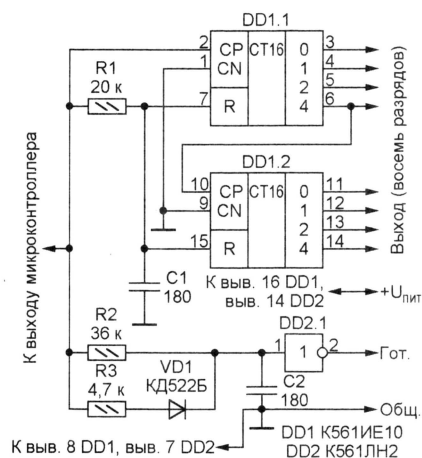
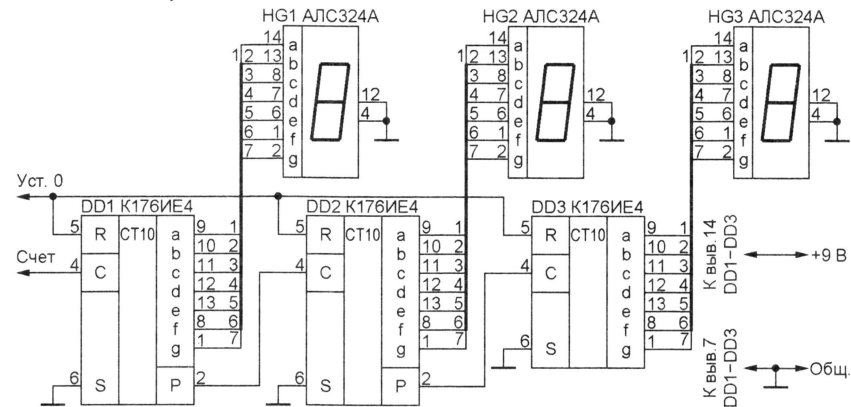
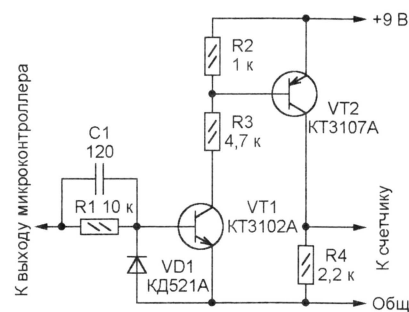
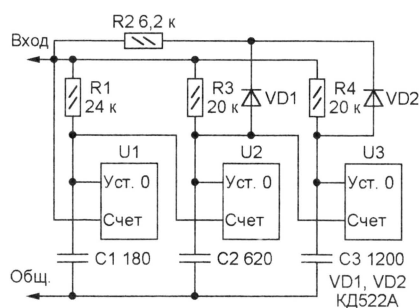

Рис. 1
Рис. 2
Рис. 3
Рис. 4
Допустимо использовать и счетчики с встроенными преобразователями кода — K176IE3, K176IE4. На рис. 2 показана схема счетчика на три десятичных разряда со светодиодными индикаторами. Учтите, амплитуда импульсов на выходе микроконтроллера (обычно 5 В) недостаточна для работы микросхем структуры КМОП, питаемых напряжением 9 В. Поэтому импульсы необходимо подавать через усилитель, например, собранный по схеме, показанной на рис. 3. На вход "Счет" — непосредственно, а на вход "Уст. 0" — через интегрирующую цепь, аналогичную R1C1 на рис. 1.
Время загрузки в счетчик кода пропорционально его численному значению. Например, при периоде повторения импульсов 5 мкс максимальное значение (255) будет занесено в счетчик, изображенный на рис. 1, за $255 \times 5 = 1275$ мкс. Информационная емкость счетчика, показанного на рис. 2, больше (999), его полная загрузка займет уже $999 \times 5 = 4995$ мкс. Именно чрезмерный
и обнуления импульсы разной длительности. Разделить такие импульсы очень легко с помощью интегрирующей цепи. Схема счетчика-накопителя, работающего по описанному принципу, показана на рис. 1.
Из положения можно выйти, соединив входы нескольких счетчиков параллельно и применив в них интегрирующие цепи с разными постоянными времени. Например, по схеме, изображенной на рис. 4, был построен восьмиразрядный десятичный индикатор. Здесь счетчики U1 и U2 по схеме аналогичны показанному на рис. 2, а счетчик U3 — двухразрядный, в нем отсутствуют микросхема DD3 и светодиодный индикатор HG3. В зависимости от длительности входных импульсов устройство работает согласно табл. 1. Учитывая, что скажность счетных импульсов не должна быть менее 5, для загрузки в индикатор числа 99999999 потребуются $99 \times 9 \times 5 + 999 \times 4 \times 5 + 999 \times 1 \times 5 = 29430$ мкс, что во многих случаях вполне допустимо.